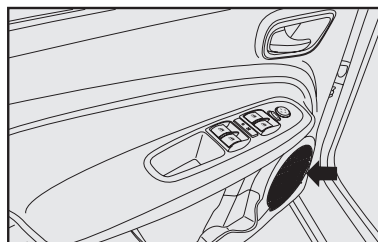

fig. 110
- dos altoparlantes full-range delanteros de 6" con 20 W RMS de potencia **fig. 110**.